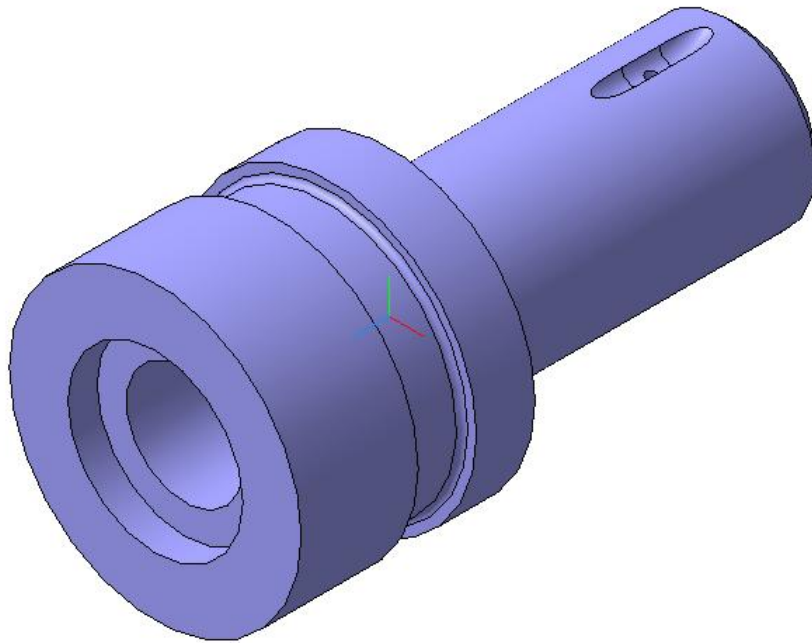

Рис. 91
**Задание.** Выполните пространственную модель и чертеж детали «Ось» (формат А3, масштаб М2:1), рис. 91, 92, 93.